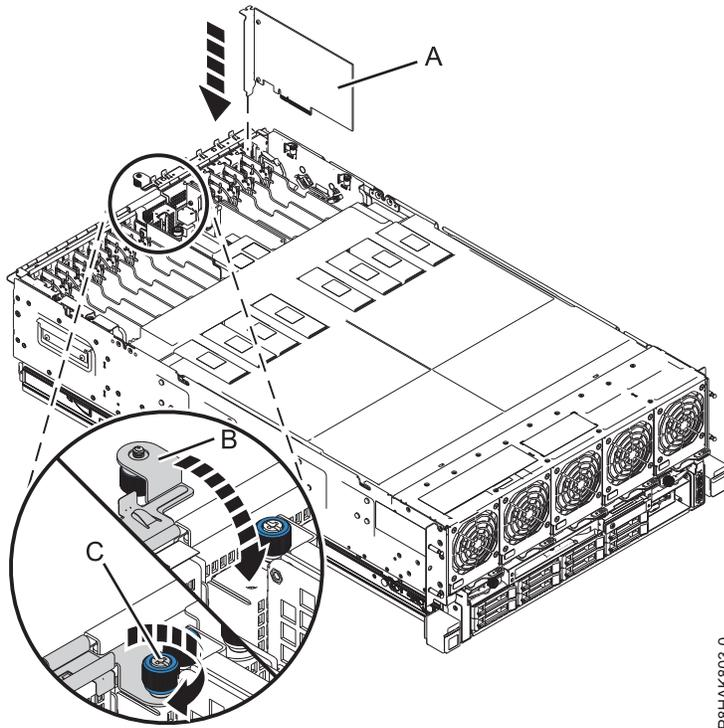

Abbildung 4. PCIe-Adapter wieder in den Steckplatz P1-C1 einbauen
- a. Fassen Sie den Adapter (**A**) vorsichtig an der oberen Kante oder am Haltesteg und richten den Adapter am Steckplatz und am Anschluss an der Systemrückwandplatine aus (siehe Abb. 4 auf Seite 7).
- c. Drehen Sie zum Verriegeln des Adapters im Steckplatz die Adaptersicherung (**B**) in die abgebildete Richtung in Abb. 4 auf Seite 7. Ziehen Sie die Rändelschraube (**C**) in der abgebildeten Richtung an.